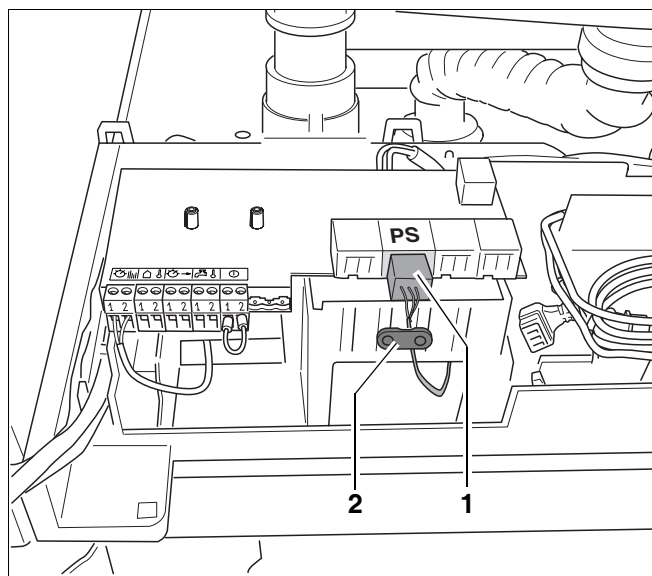

fig. 10 Aansluiten 230V-voedingskabel van de pomp
- Voer de 230V-voedingskabel van de pomp van achter door de aansluitkast (fig. 10).
- Steek de stekker in op de positie PS (fig. 10, pos. 1).
- Zet de 230V-voedingskabel van de pomp vast met de trekontlaster (fig. 10, pos. 2).